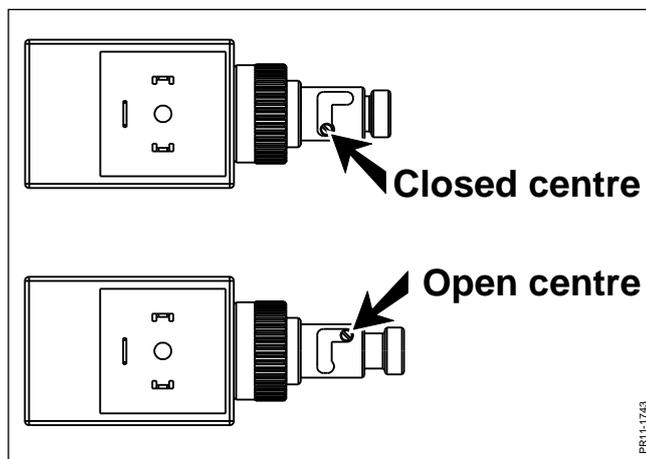

Abb. 2-1
**Abb. 2-1** Es gibt zwei verschiedene Arten von Schlepper-Hydrauliksystemen: „Hydraulik mit geöffneter Mitte“ (wird auch als Konstantpumpe bezeichnet) und „Hydraulik mit geschlossener Mitte“ (wird auch als Verstellpumpe bezeichnet).